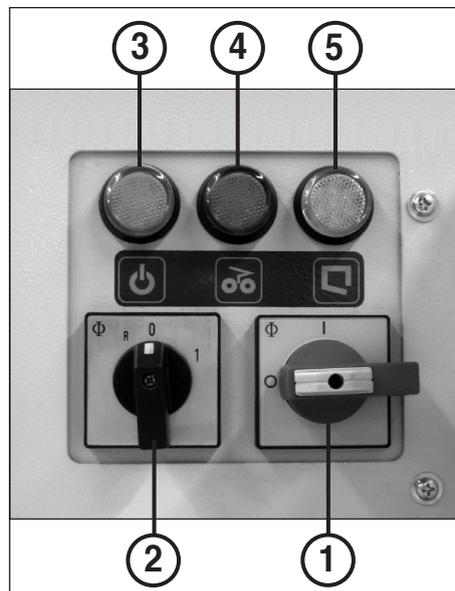

fig. 7
1. Tout d'abord le bloc de coupe se bloque. Le voyant de contrôle (4) (fig. 7) s'allume.
Répartissez le matériel ramené en arrière et reprenez la destruction avec une quantité plus petite. Pour ce faire, il faut tout d'abord éteindre la machine au niveau du commutateur rotatif (2) (figure 7) (position «0») puis la rallumer ((position «1»).
Si le sac de réception est plein, la machine s'arrête automatiquement. Le voyant de contrôle (5) (fig. 7) s'allume. Vider alors le sac de réception comme suit:
- Ouvrir légèrement la porte (10) et aplanir le cône de déversement dans le sac de réception à la main.